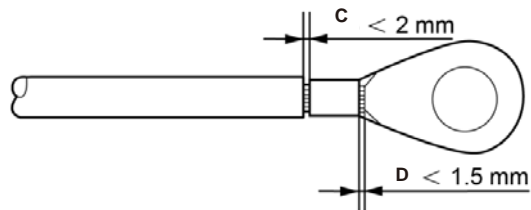

Abbildung 5.13 Draht abisolieren
4. Führen Sie den abisolierten Draht in den Crimpbereich der OT-Klemme ein und crimpen Sie die Klemme mit der Hydraulikkammer auf den Draht (siehe Abbildung 5.13).